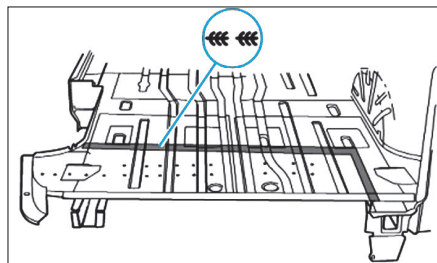

FIG. 69
- Souder le plancher de coffre par bouchonnage sous gaz de protection (Fig.69).